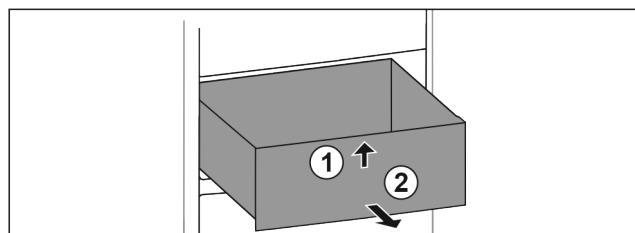

Fig. 60
- Schubfach vorne anheben. Fig. 60 (1)
- Schubfach nach vorne entnehmen. Fig. 60 (2)